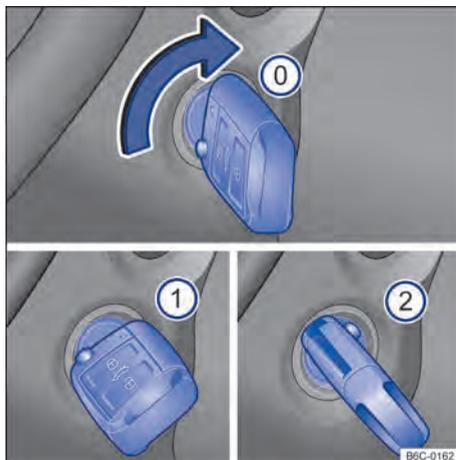

Fig. 86 Ao lado do volante, à direita: posições da chave do veículo no cilindro da ignição.
Posições da chave do veículo → Fig. 86
- ① Ignição desligada. A chave do veículo pode ser retirada.
- ① Ignição ligada.
- ② Pisar no pedal do freio e ligar o motor. Quando o motor pegar, soltar a chave da ignição. Ao soltar, a chave do veículo retorna à posição → Fig. 86 ①.
- Girar a chave do veículo na posição → Fig. 86 . A ignição está ligada.
- Girar a chave do veículo no cilindro da ignição para a posição → Fig. 86  – não acelerar. Quando o motor começar a funcionar, soltar a chave do veículo no cilindro da ignição.
- *Veículos com cilindro da ignição*: girar a chave do veículo no cilindro da ignição na posição → Fig. 86